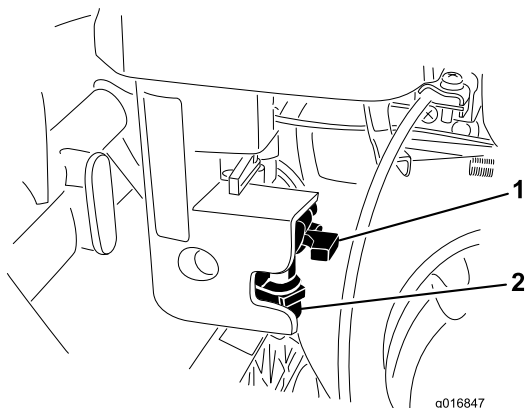

Рисунок 36
1. Закройте отсеchnый топливный клапан и вывинтите топливный отстойник из корпуса фильтра (Рисунок 36).